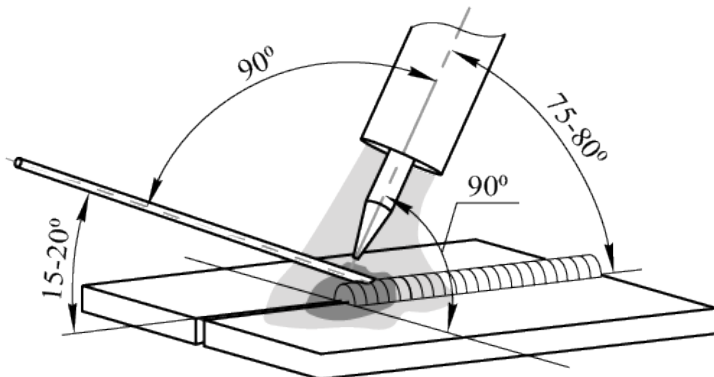

Рис. 12.13. Угол наклона горелки.
Сварку обычно выполняют справа налево. При сварке без присадочного материала электрод располагают перпендикулярно к поверхности свариваемого металла, а с присадочным материалом – под углом. Присадочный пруток перемещают впереди горелки (См. рис. 12.13).
**При аргодуговой сварке также следует не забывать про противоположный угол наклона горелки (См. рис. 12.13). Это влияет на формирование сварочного шва. Старайтесь держать горелку под углом 90° (по отношению к линии шва).**